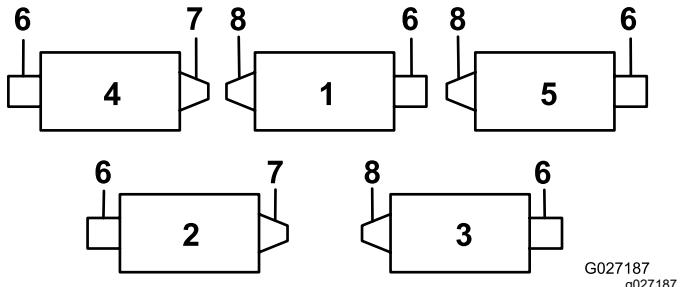
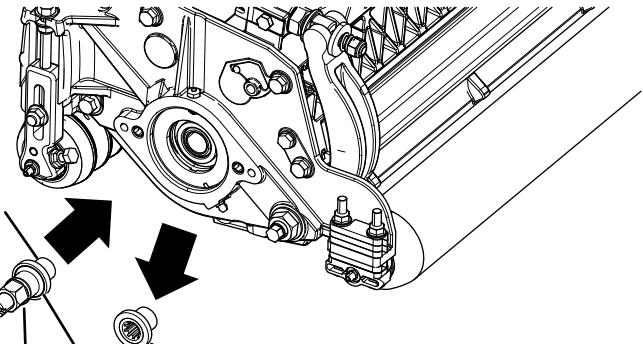

Figura 1
Figura 2
Tutti gli apparati di taglio vengono spediti con il contrappeso montato sul lato sinistro dell'apparato. Fate riferimento a Figura 1 per determinare la posizione della spazzola per rullo e dei motori dei cilindri.
6. Rimuovete l'inserto filettato dell'apparato di taglio per la trasmissione della spazzola per rullo posteriore (Figura 1) ed eliminatelo (Figura 2).
Nota: Gli inserti sinistri sono sugli apparati di taglio n. 1, 3 e 5 (Figura 1).
8. Applicate il frenafiletto alle filettature dell'albero di trasmissione (Figura 2) e installate l'albero stesso, serrando da 115 a 128 N·m.